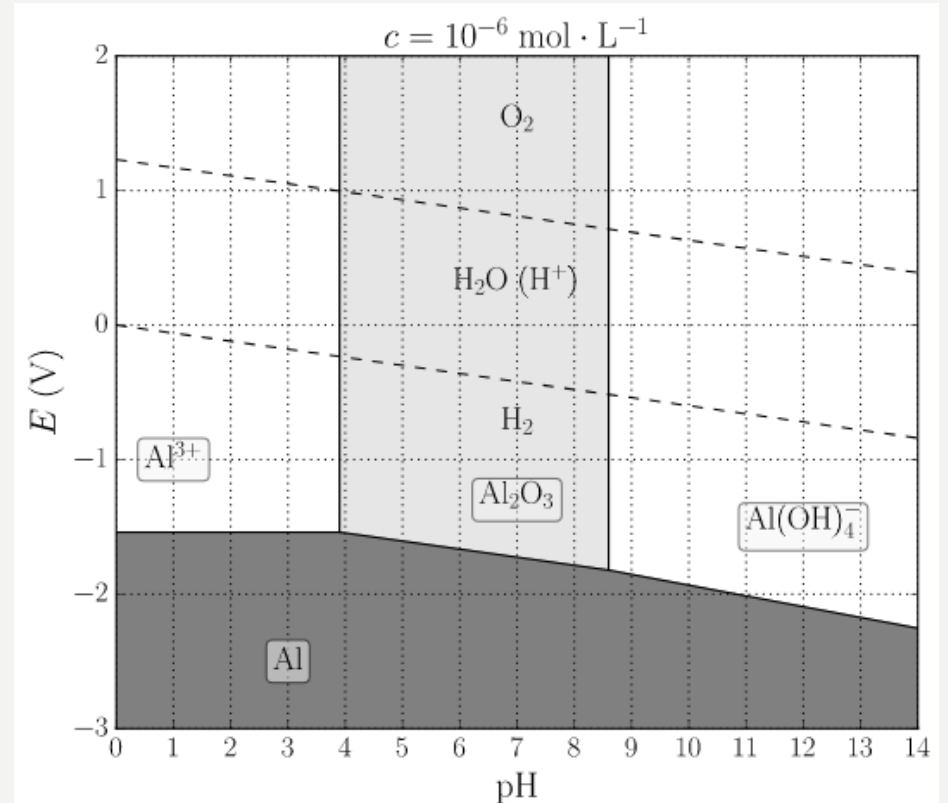

Figure 11 – Diagramme potentiel-pH de l'aluminium
- Figure 11 : <https://www.f-legrand.fr/scidoc/docmml/sciphys/electrochim/corrosion/corrosion.html>